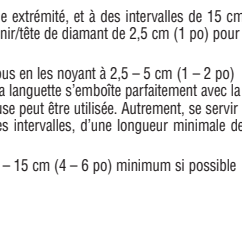

Figure 8
- Régler le compresseur à 70 lb/po². Si les languettes s'abîment, diminuer la pression d'air (Figure 8).